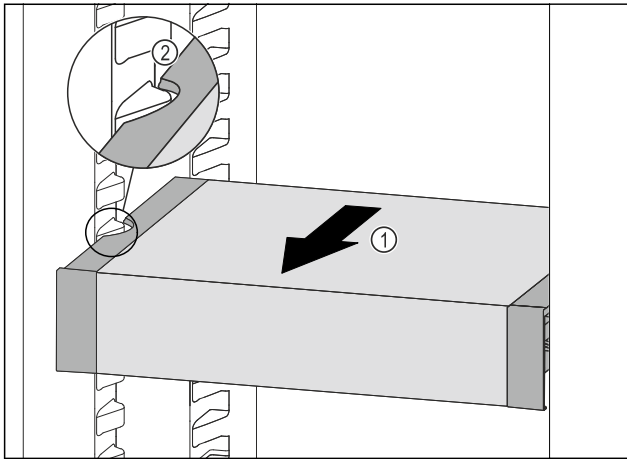

Fig. 96
- ▶ Вытягивайте VarioSafe вперед Fig. 96 (1), пока боковые выемки VarioSafe не окажутся на высоте выступа резервуара в холодильном отделении. Fig. 96 (2)